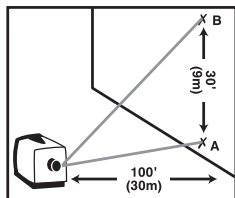

Fig. 9
3. Rodar a cabeça do aparelho com a mão até que o raio laser se posicione mais ou menos no ponto "A" (Fig. 9). Marcar o ponto "A" na parede.